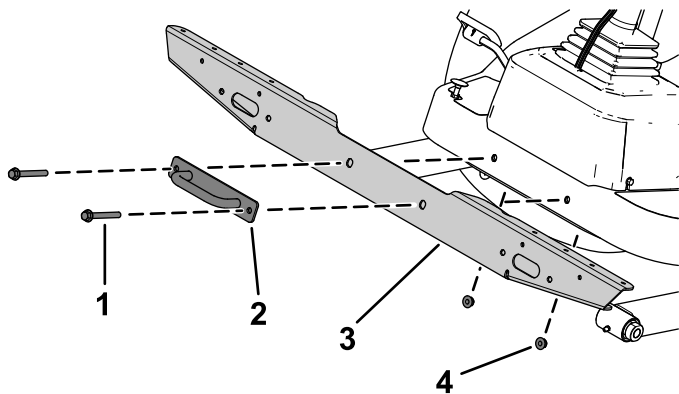

Bild 18
2. Befestigen Sie die Kreuzhalterung der Scheinwerfer mit den zuvor entfernten Schrauben, Muttern und Befestigungshalterung an der Plattform (**Bild 18**).